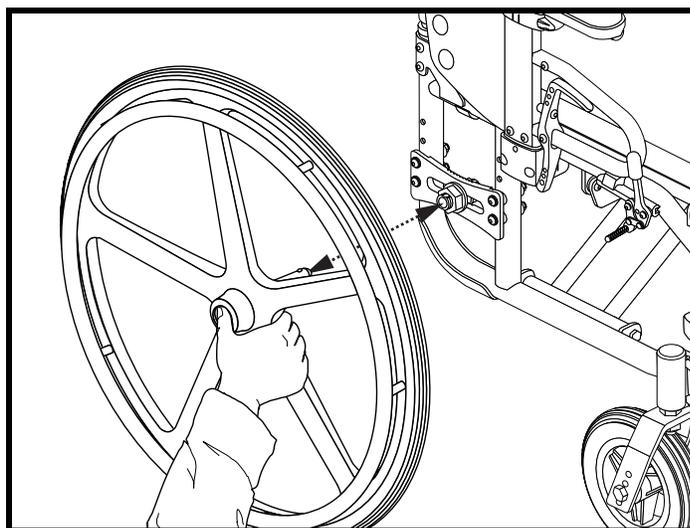

Figure 15. Bouton de détente rapide de la roue
1. Retirez les roues arrière. **Voir la figure 15.**
1. Pesez sur le bouton de détente rapide et enlevez la roue. Voir la figure 15.
1. Enlevez la roue sur un côté. **Voir la figure 15.**